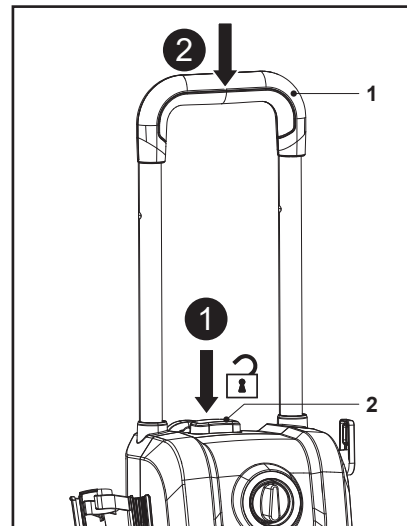

Fig. 16
2. Ține apăsat butonul de blocare a mânerului (2) și apasă mânerul de transport (1) pentru a-l retrage (fig. 16).